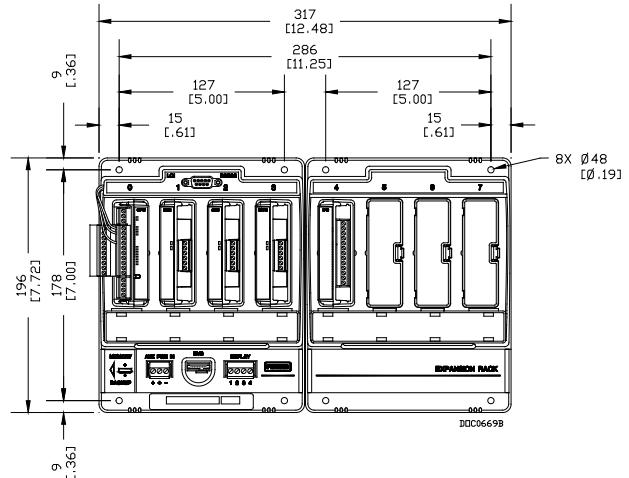

Figura 4. Dimensões do rack de expansão e do FB107
- Unidade principal e rack de expansão.** Posicione a unidade principal dentro da placa de montagem do invólucro e localize os furos de montagem da placa, usando o FB107 como modelo. Consulte a *Figura 4* para saber as dimensões da unidade principal com o rack de expansão. Perfure e cubra os orifícios dentro da placa de montagem com uma tampa rosqueada de 8-32 UNC. Coloque a unidade principal sobre os orifícios cobertos e prenda-o à placa com quatro parafusos de comprimento 8-32 UNC x 1,00 pol., fornecidos. Não aperte completamente. Conecte o rack de expansão dentro da unidade principal e marque as localizações dos orifícios da montagem do rack, enquanto o mantém dentro da posição. Cuidadosamente, remova o rack de expansão e, então, perfure e cubra os orifícios dentro da placa de montagem com uma tampa rosqueada de 8-32 UNC. Conecte o rack de expansão dentro da unidade principal e à placa com quatro parafusos de comprimento 8-32 UNC x 1,00 pol., fornecidos. Aperte os oito parafusos com torque de aproximadamente 1,1 a 1,4 N·m.